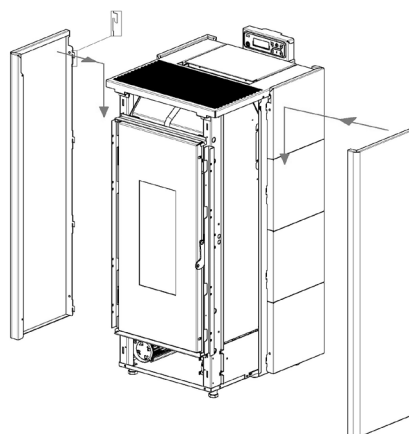

Fig. 38 - Zaczepić panele
- Zaczepić kolorowe panele: zablokować część przednią między prowadnicami znajdującymi się na listwie, następnie zaczepić z tyłu, wykorzystując ząbki (patrz **Fig. 38**).